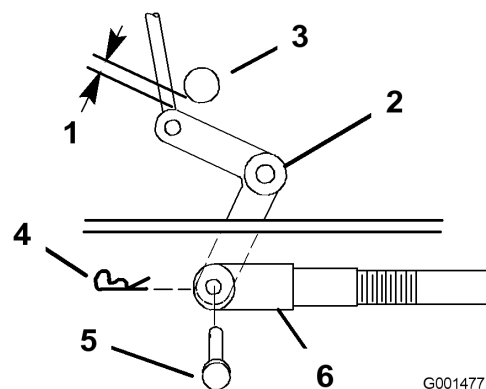

Figure 35
11. Tournez la chape dans le sens horaire sur la tige pour accroître l'écartement et dans le sens anti-horaire pour le réduire (Figure 35).
Remarque: Si le bras d'assistance ne touche pas la butée avant du plateau de coupe (Figure 36), réglez la chape de sorte à rapprocher le levier coudé de l'arbre de sortie de transmission (Figure 35).
9. Vérifiez l'écartement entre l'axe coudé et l'arbre de sortie de transmission (Figure 35).